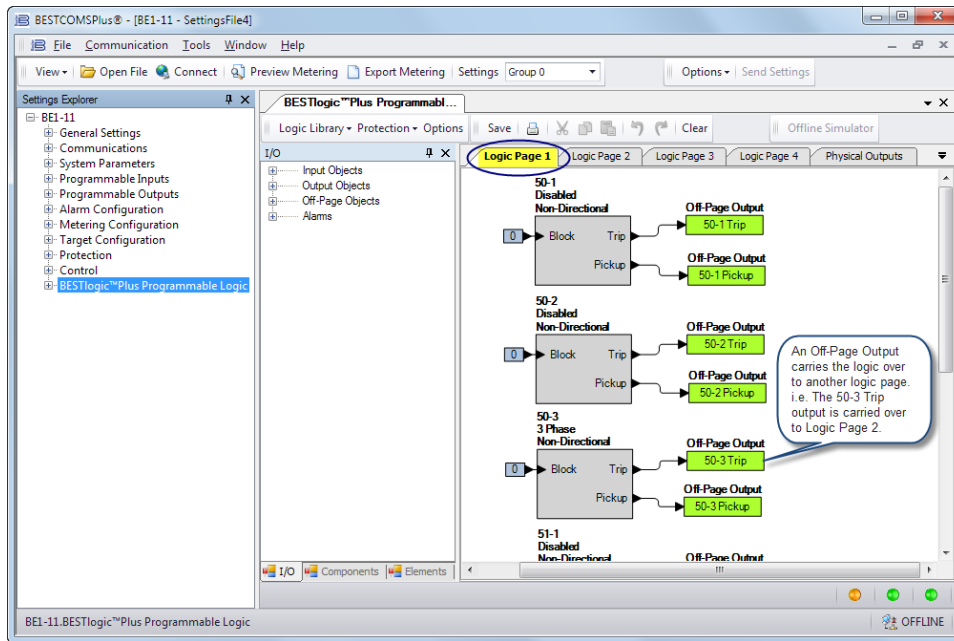

Figura 12. Página lógica 1 de BESTlogicPlus
Paso 9: En el Explorador de ajustes, haga clic en la Lógica programable de BESTlogicPlus para abrir el diagrama lógico. Haga clic en la lengüeta Página lógica 1. Consulte la Figura 12. Examine el elemento 50-3. La Lógica 0 conectada a la entrada de Bloqueo indica que el elemento 50-3 nunca está bloqueado.